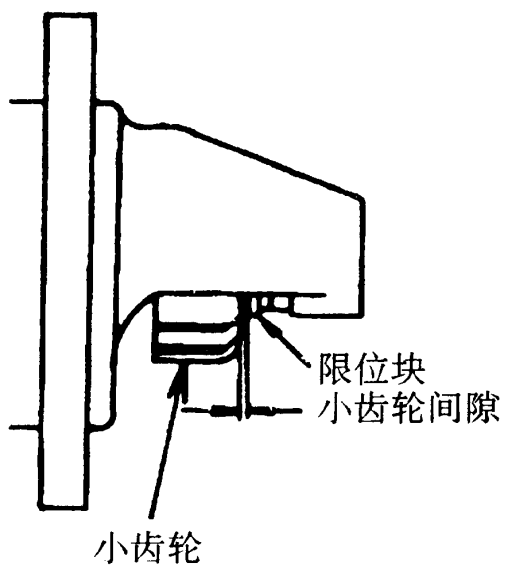

图 9-4
- (1) 从电磁开关的 M 端子脱开励磁线圈配线。
- (2) 将 12V 蓄电池连接在 S 端子与 M 端子之间。
- (3) 将开关置于“ON”，小齿轮应伸出。
- (4) 用间隙规检查小齿轮至限位块的间隙（小齿轮间隙）（见图 9-4）。